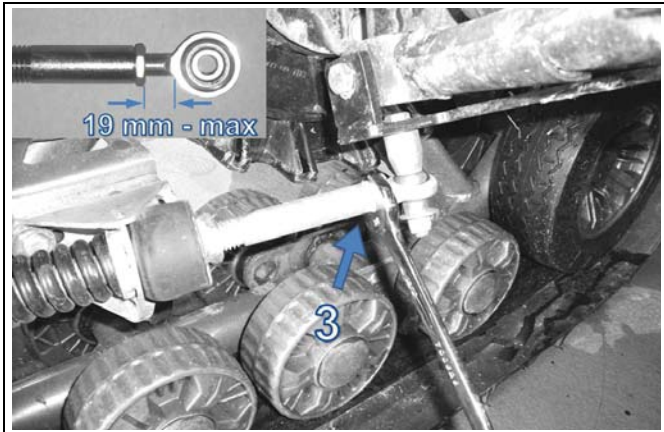

Abbildung 7
**HINWEIS:** In einigen seltenen Fällen, wenn die Mutter (Teil 1 in Abbildung 6) zum Zusammendrücken der Feder durch Einstellungen das Ende der Gewindestange erreicht hat, verlängern Sie die Baugruppe, indem Sie die Gegenmutter (Teil 3 in Abbildung 7) lösen und den Stangenkopf soweit heraus schrauben, dass max. 19 mm des Gewindes sichtbar sind. Achten Sie darauf, dass Sie die Gegenmutter nach der Montage wieder gut festziehen.